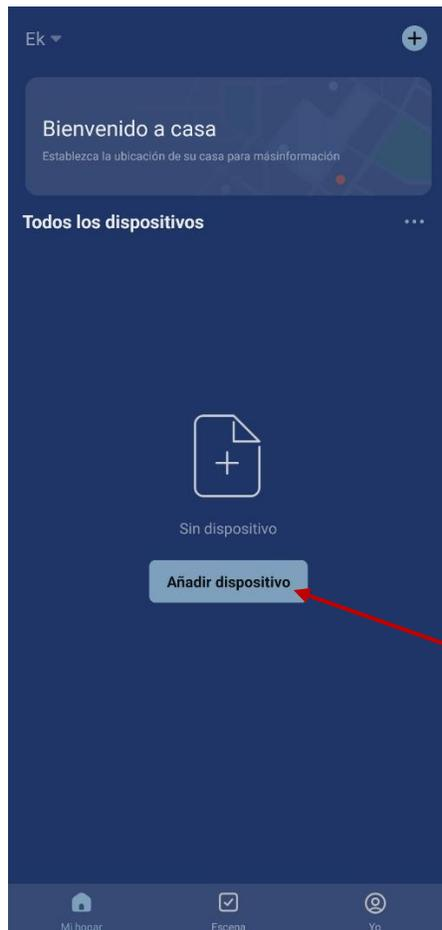

Figura 1
2. Una vez apagada, mantenga la tecla  durante unos segundos y en pantalla le aparecerá en pantalla ( - - ) y a continuación las siglas **SA** y el led de wifi intermitente. (Figura 1)